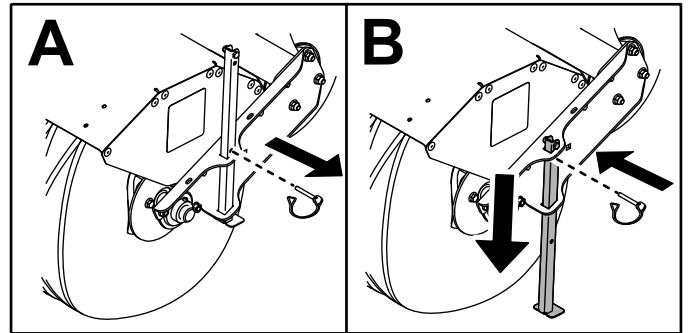

Figura 18
4. Baje los soportes izquierdo, derecho y trasero (Figura 18).